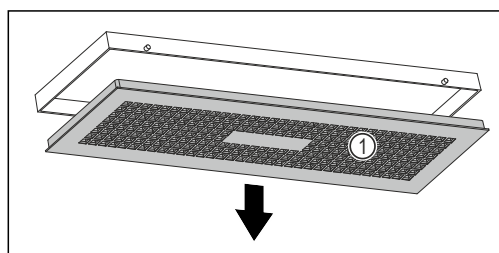

Fig. 112
- ▶ Tourner lentement le boîtier à eau vers le bas en maintenant le couvercle Fig. 112 (1).
- ▶ Retirer le couvercle Fig. 112 (1).